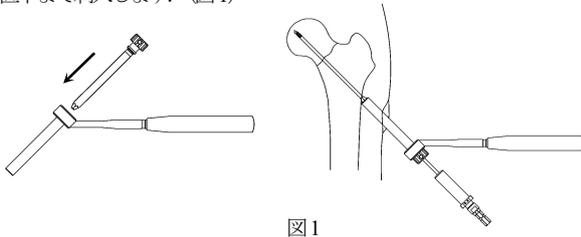

図1
1) 骨折部の整復後、遠位のSB フィックスが正面像でカルカー上、軸射像で頸部中央に導入されるよう刺入位置を決定します。刺入点より近位に 20～30mm 程縦切し、ガイドピンスリーブを介して 3.2 ガイドピンを骨頭軟骨下直下まで刺入します。(図1)